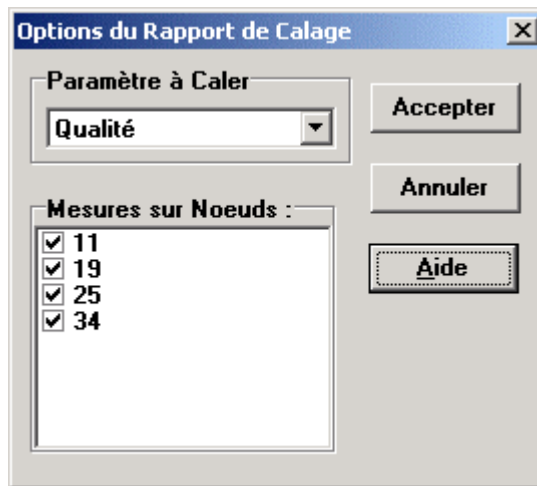

Figure 9.12 Boîte de Dialogue Options du Rapport de Calage
3. Dans la boîte de dialogue Options du Rapport de Calage qui apparaît (voir la Figure 9.12):